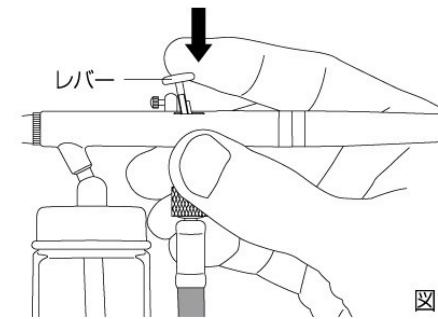

図1
●レバーを下に押すと圧縮空気だけ出ます。(図1)
- ④洗浄液をすべて吹き捨て、ボトルまたはメタルカップを取り外してください。
- ⑤エアブラシをエアホースから外し、本体を分解して洗浄していきます。テールキャップを外してニードルトップネジをゆるめてニードルをゆっくり引き抜きます。
- ⑥ニードルキャップを外し、ノズルセットを付属のレンチを使って外して筆などで洗浄してください。
- ⑦ノズル周辺を洗浄します。ニードルの汚れを柔らかい布などで拭き取ってください。
- ⑧ノズルセットを付属のレンチを使ってしっかりと取り付けてください。
- ⑨ニードルを先端が傷つかないように注意しながら本体にセットしてください。ニードルがノズルから出ることを確認しながらゆっくり差し込んでください。ノズルに当たつたところで止めて、ニードルトップネジをしっかりと締めてテールキャップを取り付けてください。
- ⑩レバーを動かしニードルが運動していることを確認してください。※運動しない場合は、レバーとレバー金具の穴にニードルが通っているか確認してください。(図1参照)
- ⑪確認できましたら、ニードルキャップをしっかりと締めて完了です。